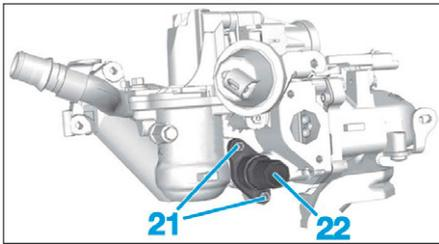

FIG. 77
- les vis (28) (Fig.77),
- l'embout de sortie d'eau (29).